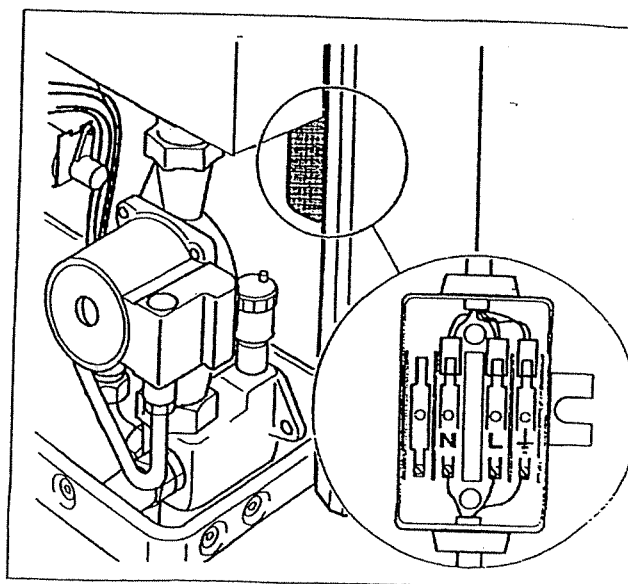

Fig. 16 Allacciamento alla rete
- ◆ Aprire la scatola di giunzione (Fig. 16) svitando entrambe le viti.
- ◆ Collegare il cavo di rete ai morsetti della scatola di giunzione (Fig. 16) della caldaia.